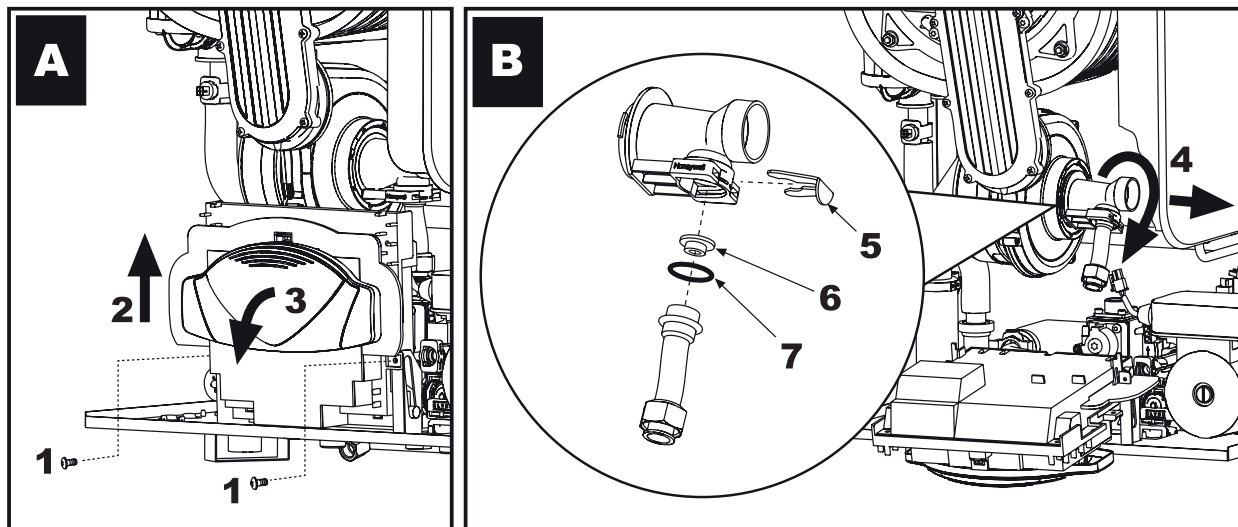

Fig.29 - Výmena plynovej trysky
2. Pri odstrojovaní potrebnom pre prístup k plynovej tryske **6** postupujte podľa ilustrácie fig.29.